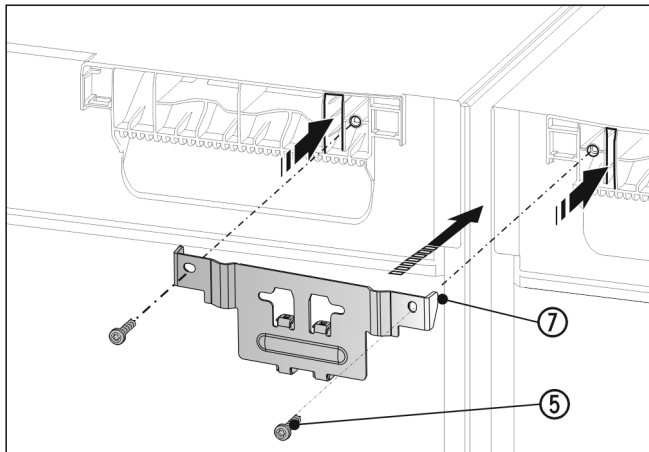

Fig. 19
- ▶ Deslice la escuadra Fig. 19 (7) junto con la pieza distanciadora entre los aparatos introduciendo las solapas en el techo del aparato. Apriétela con los 2 tornillos Fig. 19 (5).